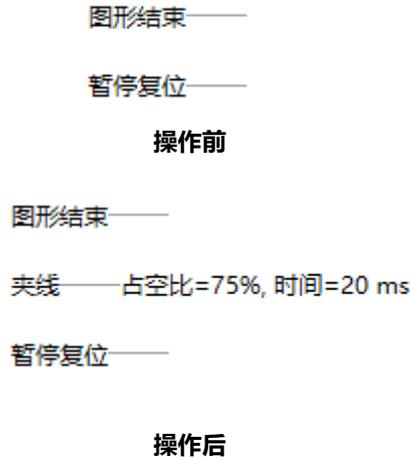

图 5.10.6a 整图结束指令集操作示意
③添加完所有指令之后，如果有需要删改的，改变参数只需双击指令段即可弹出参数设置框。需要删除指令，只需选中指令段，点击删除按键即可。需要移动指令段，只需选中指令后，点击“↑”“↓”按键即可对指令段进行向上/下移动。
④最后点击确认，此默认指令集即会被保存，在点击指令处理之后，在整图结束的位置会默认加入这些指令。操作示意如下图 5.10.6a 所示。